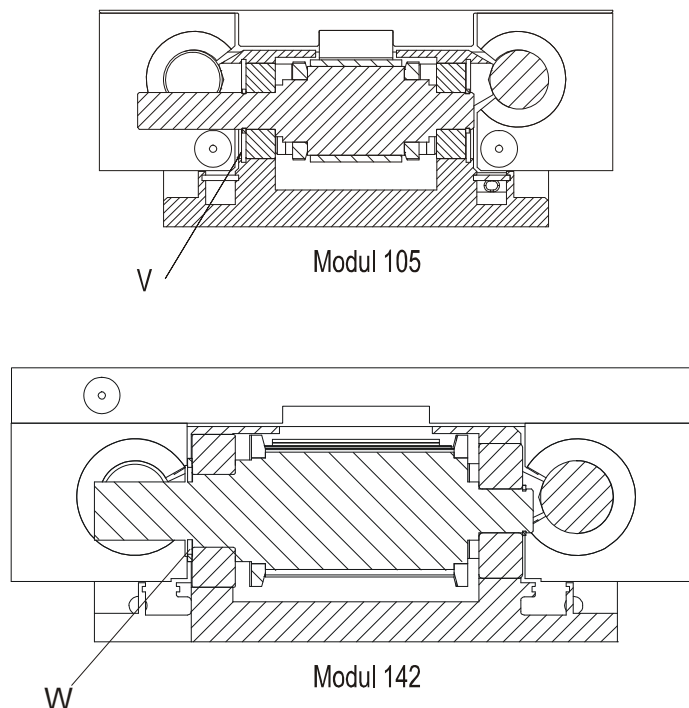

Abbildung 39: Slave-Antriebssatz Modul 105 und Modul 142
- Sicherungsring (**V**, Modul 105) bzw. Druckplatte (**W**, Modul 142) entfernen, (siehe *Abbildung 39, Seite 40*)